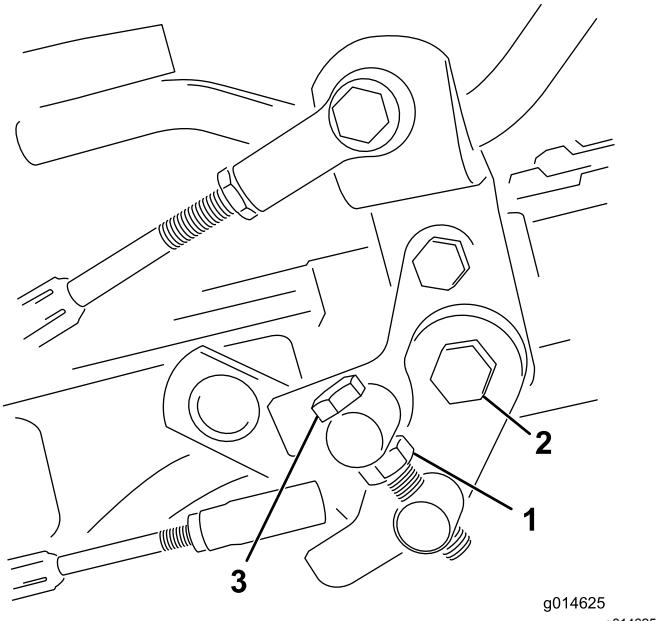

Figura 48
1. Afloje la contratuerca del tornillo de caperuza del muñón (Figura 48).
4. Apriete la contratuerca del perno del muñón y la tuerca de la articulación del pedal para bloquear el ajuste (Figura 48). Compruebe el funcionamiento, y vuelva a ajustar si es necesario.